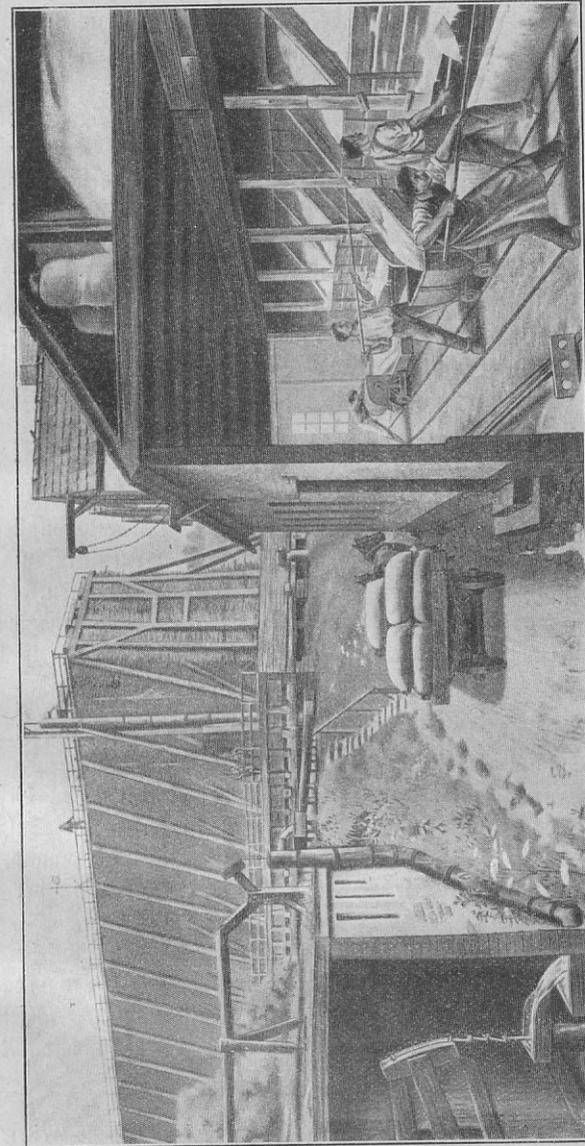

Fig. 32. Kochsalzgewinnung.
Fig. 32 stellt eine verkleinerte Wiedergabe der Tafel Kochsalzgewinnung vor. Im Siedehause rechts sehen wir zwei Männer an einer Pfanne beschäftigt. Der vorderste zieht das kristallisierende Salz mit einer Krücke an den vorderen Rand der nach rückwärts geneigten Pfanne, der andere schaufelt es von da in geneigte Kästen, welche über den Pfannen liegen. Das dort ziemlich abgetrocknete Salz wird von einem dritten Manne in einen Kippwagen gebracht, zur Trockenpfanne im Hintergrunde des Siedehauses gefahren, und von einem vierten in die Trockenpfanne entleert. Das völlig trockene Salz wird auf den Speicher gebracht und in Säcken verkauft. Die Pfannenlauge, welche die Verunreinigungen enthält, wird entfernt oder zu Bädern verwendet.
b) Natürliche Solen müssen vor dem Sieden häufig gradiert werden, indem man sie über ein mit Dornenreisig gefülltes Holzgerüste (Gradierwerk) fließen läßt (Fig. 32, Hintergrund links). Dabei verdunstet viel Wasser und die Verunreinigungen scheiden sich als Dornenstein aus. Die gradierte und genügend salzreiche Sole wird alsdann versotten.